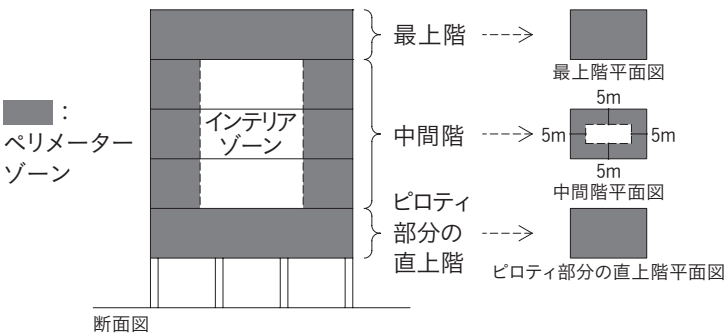

図 1 ペリメーターゾーンとインテリアゾーン
(1) ゾーニングには、方位別、用途別、階別、使用時間別などによる分け方がある。ゾーニングは、小規模な建築では費用の関係から計画されないことが多いが、大規模な建築では必要となる。
(2) 核店舗、準核店舗、専門店街からなる大型ショッピングセンターでは、業態による営業時間や負荷特性を考慮して、熱源や空調システムをそれぞれで独立させることが望ましい。
(3) 室の方位、外周部と内部のゾーニング
①**夏期冷房時**のゾーン別熱負荷では、**西ゾーン・東ゾーンは南ゾーンより熱負荷が大きい**。
②カーテンウォールなどガラス窓の多い建物では、日照時間により東西南北の各ゾーンに分ける。
③建物の外壁より**5m 以内をペリメーターゾーン（外周部）**といい、それより内部を**インテリアゾーン（内部）**という。それぞれ適切な容量の空調を行う [図 1]。